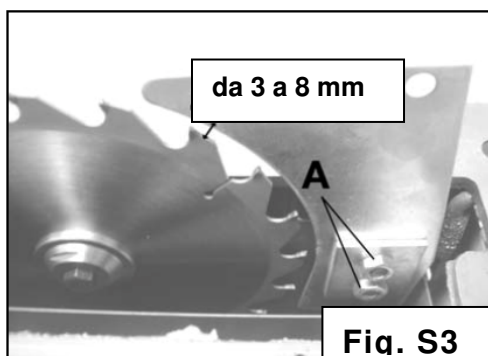

Fig. S3
Questa regolazione può essere fatta utilizzando le due viti (A) di **Fig.S3**.
2. Allentare i due bulloni (A) di **Fig.S3** che fissano il coltello
3. Posizionare il coltello divisore tra 3 e 8 mm dai denti della lama e bloccare le viti di fissaggio (A) del coltello divisore (**Fig.S3**).